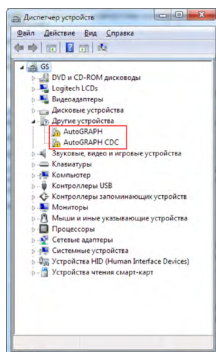

Рис.1.
1. Подключите контроллер «АвтоГРАФ-GSM/SL» с ПК, используя интерфейсный кабель USB AM – USB miniB 5 pin. Система автоматически найдет новое оборудование (Рис.1). Для корректной работы контроллера с сервисно-диагностическими, диспетчерскими и конфигурационными программами необходимо установить драйверы устройств AutoGRAPH и AutoGRAPH CDC.